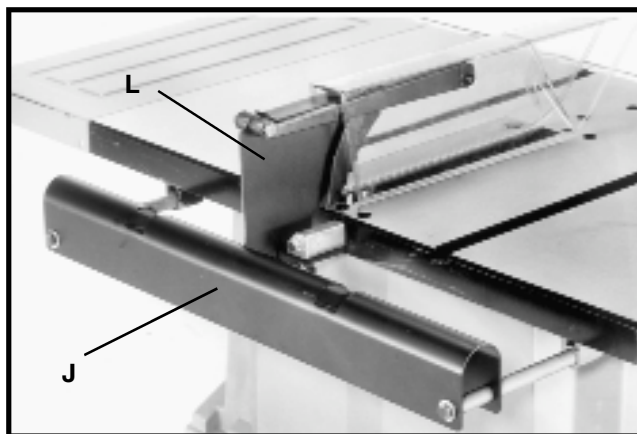

Fig. 33
5. Empuje todo el ensamble de soporte de avance de salida (J), Fig. 33, hacia adentro hasta que entre en contacto con el ensamble del hendedor/guarda (L) como se muestra. A continuación, ajuste todo el equipo de montaje del soporte de avance de salida.